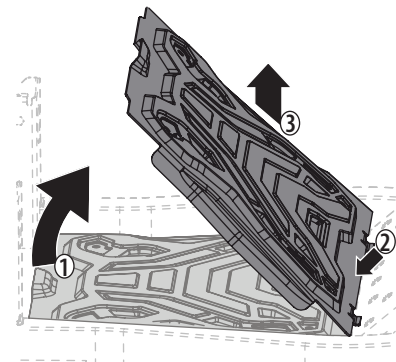

Figura 38
- Levante con cuidado la parte trasera del panel del piso. Consulte 1 en la Figura 38.
- Para liberar el frente del panel del piso, deslícelo hacia atrás. Consulte 2 en la Figura 38.
- Levántelo para separarlo del tractor. Consulte 3 en la Figura 38.